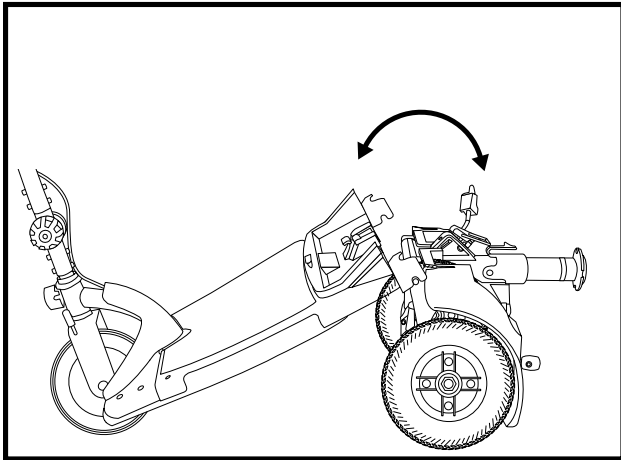

Abb. 16. Positionierung des Rahmens
3. Sitzstütze nach hinten drücken und das Heckteil des Elektromobils nach hinten schwenken bis dieses auf seiner Stoßstange senkrecht steht. Siehe Abb. 16.
3. Sitzstütze festhalten und das Heckteil langsam nach vorne schwenken bis die gebogenen Sicherungsbügel mit ihren Führungsstiften fest verbunden sind. Siehe Abb. 16.